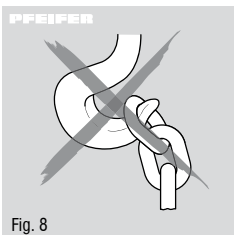

Fig. 8
- Det er ikke tilladt at fjerne sikkerhedsbøjler fra bære og lastekroge (fig. 8).